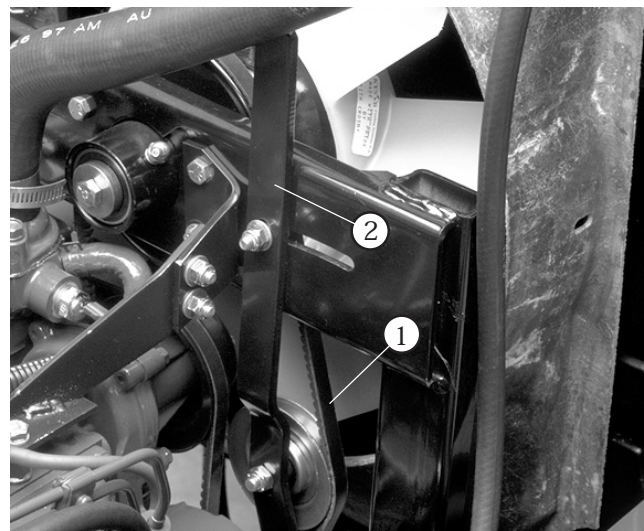

図 56
1. ベルト・テンショナ・レバーのロックナットをゆるめる (図56)。